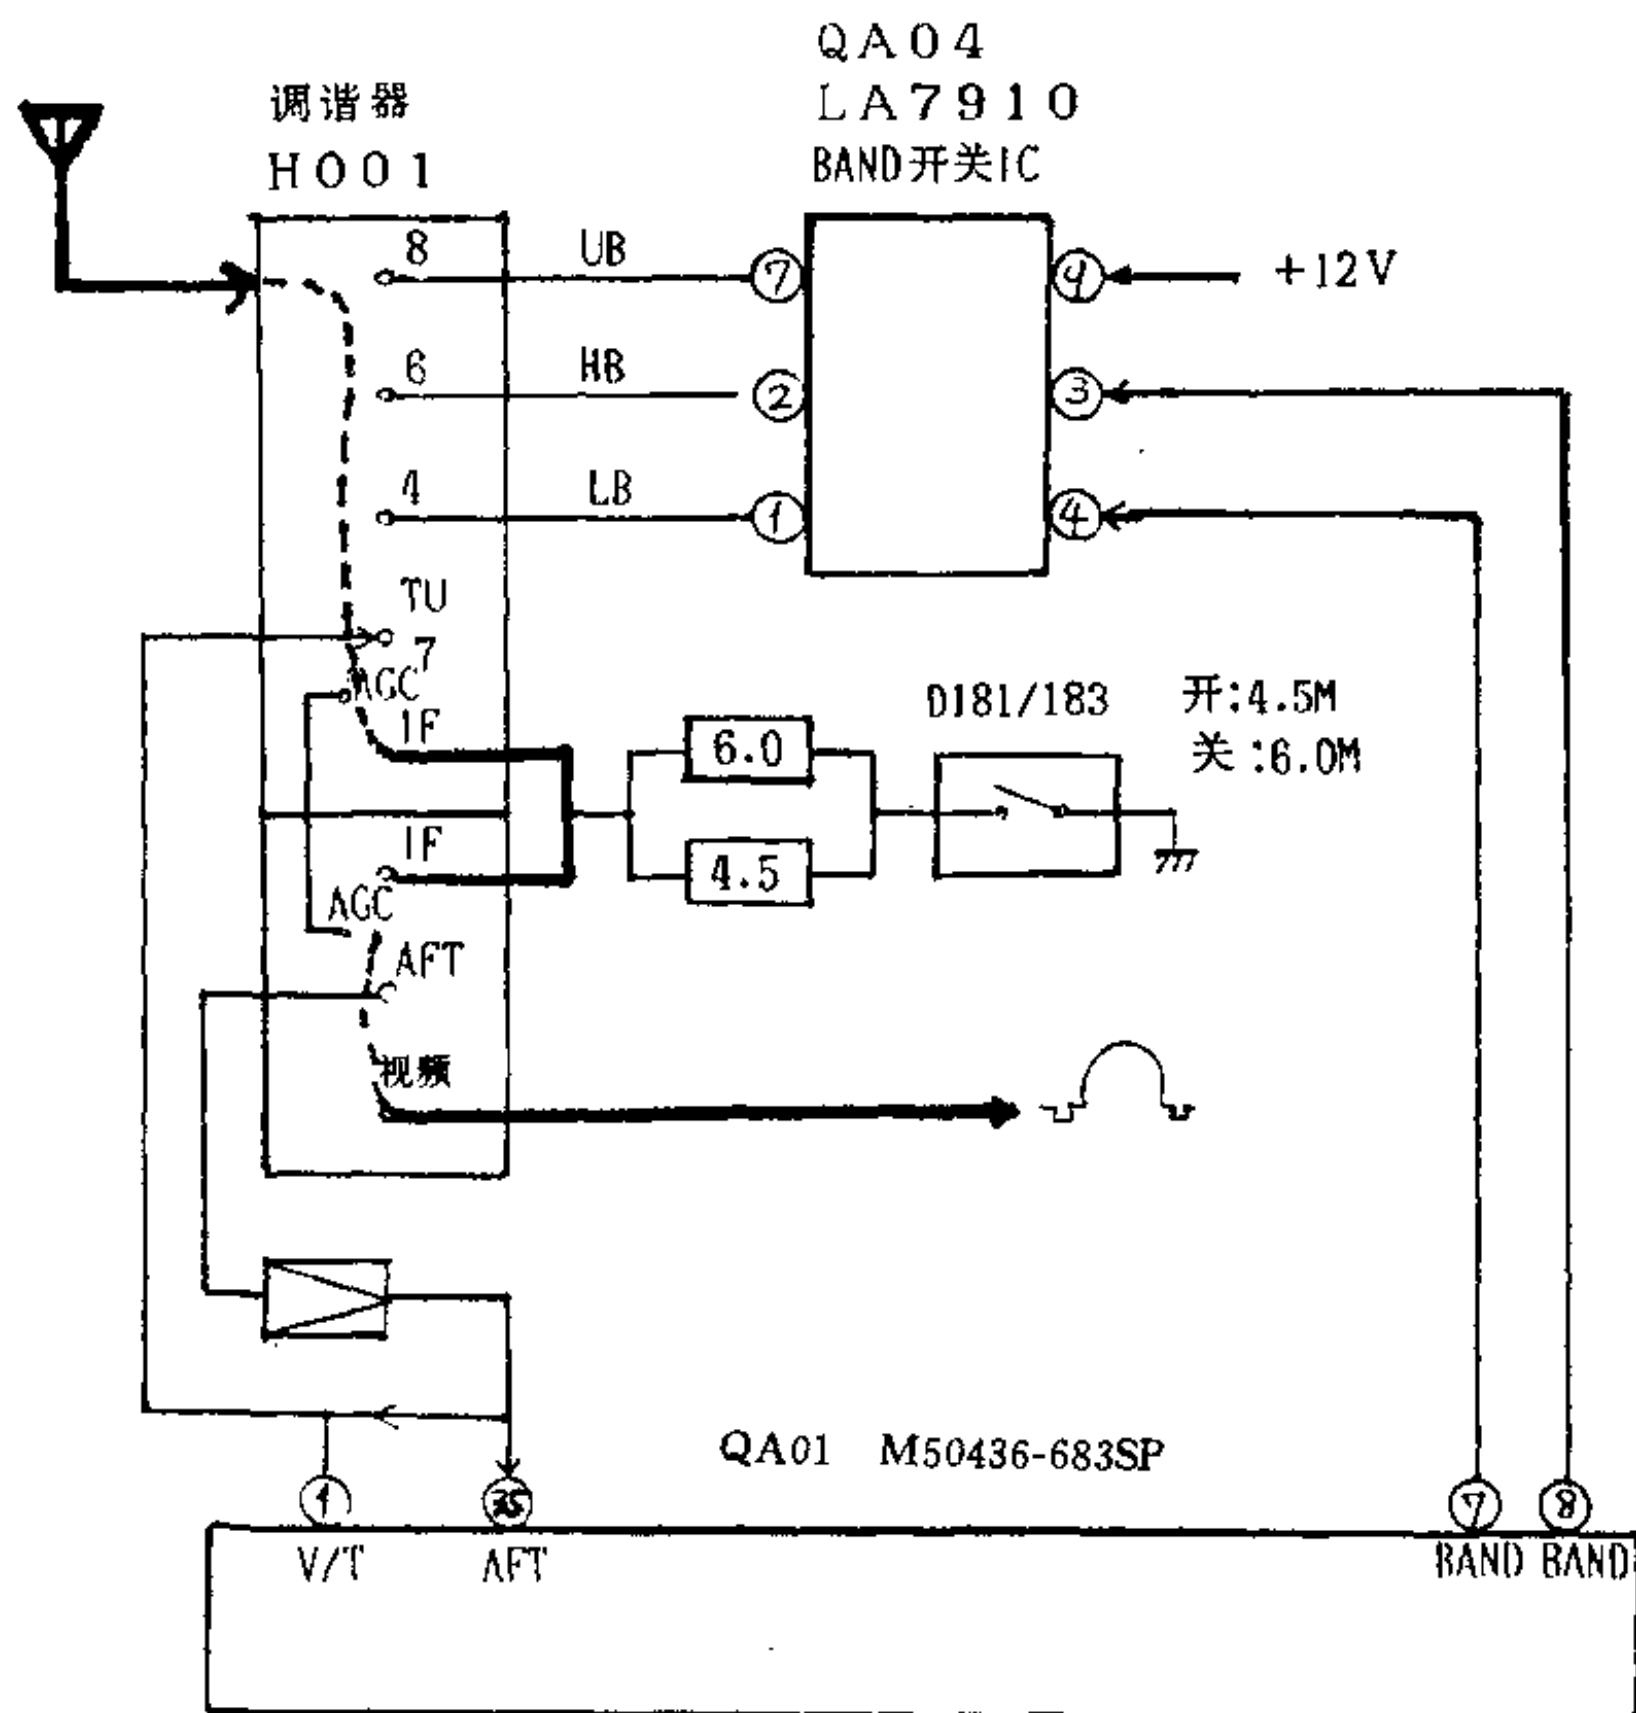

图 1-6 调谐器与控制器关系图
调谐器与控制系统联接关系如图 1-6 所示。QA01 通过脚①输出调谐电压对调谐器进行调谐，通过脚⑦、⑧对 LA7910 波段开关输出控制信号。LA7910 功能电压如表 1-3 和表 1-4 所示。